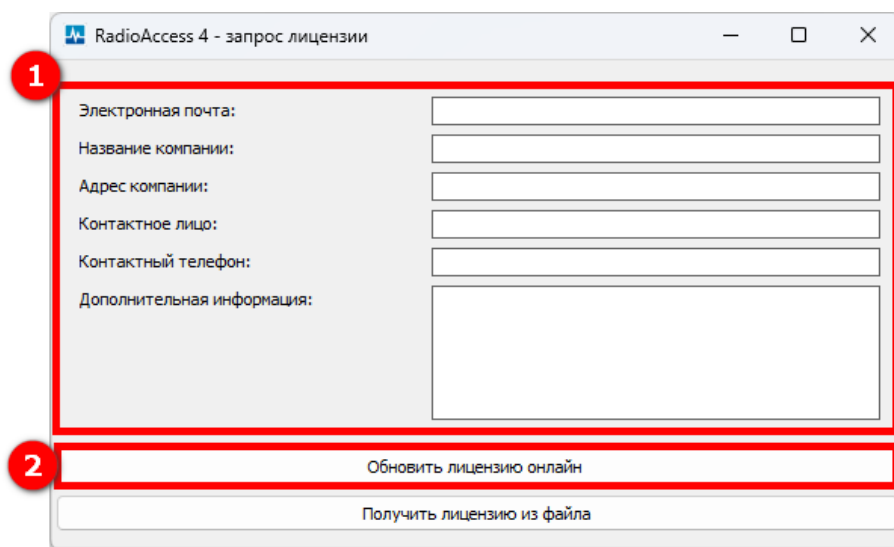

Рисунок 61 – Регистрации и активации RadioAccess 4 (РадиоАксесс 4) –
- Путем регистрации лицензии онлайн. Для этого необходимо заполнить поля формы запроса лицензии (1) (см. рисунок 61). Далее нажать на кнопку **Обновить лицензию онлайн** (2).